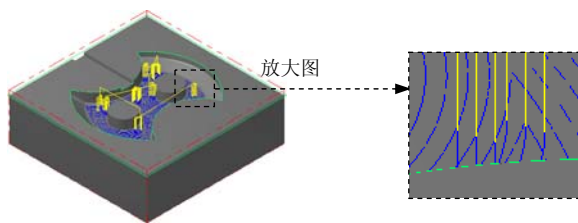

图 22.41 刀具路径
(1) 在“曲面精加工浅平面”对话框中单击 **浅平面精加工参数** 选项卡, 在 **浅平面精加工参数** 选项卡的 **大切屑间距 (M)** 文本框中输入值 2.0, 选中 **✓ 由内而外环切** 复选框。
(2) 单击 **间隙设置 (G)...** 按钮, 在系统弹出的“刀具路径的间隙设置”对话框中选中 **✓ 切削顺序最佳化** 复选框, 在 **切弧的半径** 文本框中输入 5.0, 在 **切弧的扫描角度** 文本框中输入 90.0。
(3) 单击 **✓** 按钮, 系统返回至“曲面精加工浅平面”对话框。
Step8. 单击“曲面精加工浅平面”对话框中的 **✓** 按钮, 同时在图形区生成图 22.41 所示的刀具路径。